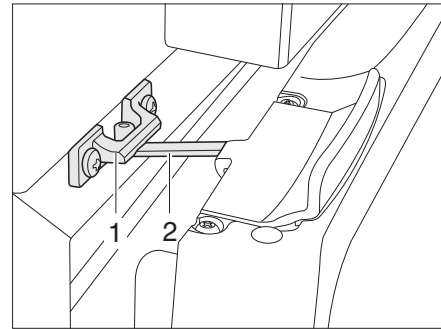

Fig. 136 Puerta del frigorífico en posición de ventilación (Thetford)
■ Abrir el bloqueo (Fig. 136,2) y engatillarlo en el alojamiento del bloqueo (Fig. 136,1). De este modo, la puerta del frigorífico quedará ligeramente abierta.